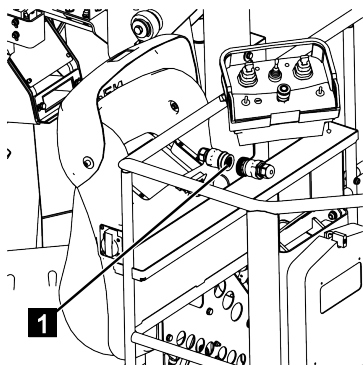

Abb. 64
1. Stecker-Verbindung (Abb.64/1) lösen und den Stecker der Kabelfernbedienung mit der Anschlusskupplung verbinden.